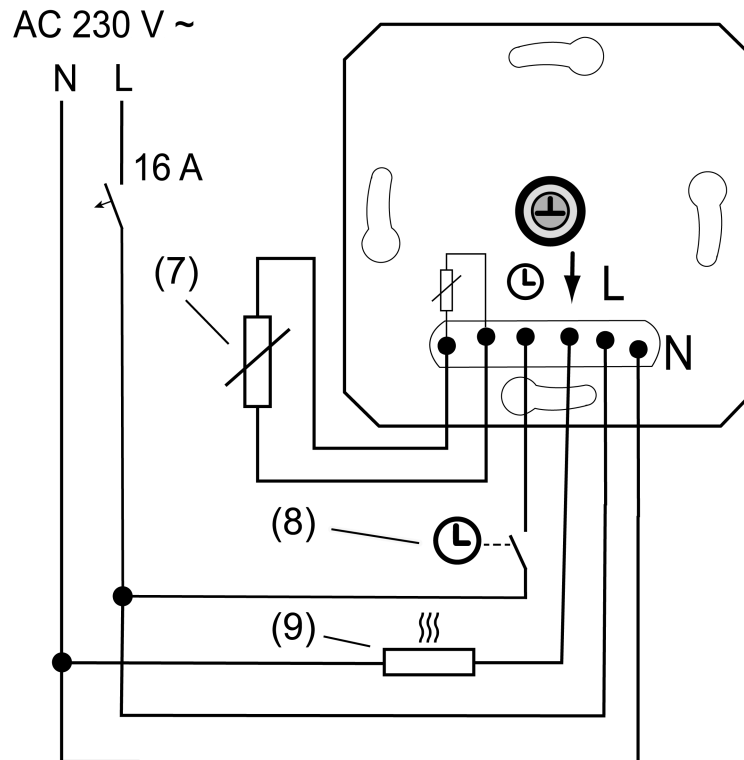
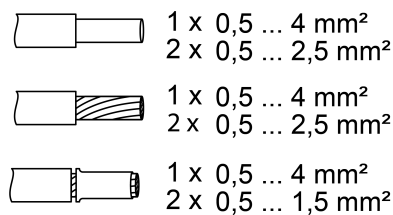

Bild 2: Anschlussbeispiel des Einsatzes
Bild 3: Klemmbarer Leiterquerschnitt
- (7) Externer Temperatursensor (Fernfühler)
- (8) Schaltkontakt Zentraluhr
- (9) Elektrische Fußbodenheizung
- Einsatz (1) gemäß Anschlussplan (siehe Bild 2) anschließen. Leiterquerschnitte beachten (siehe Bild 3).
- Optional den Eingang ECO-Betrieb ☺ über einen Schaltkontakt einer Zentraluhr (8) beschalten.